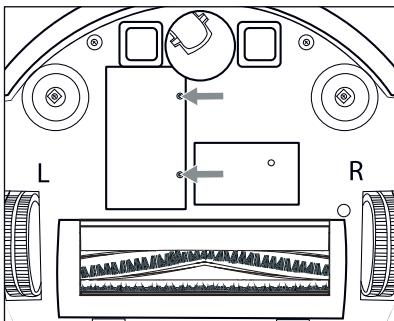

Fig. 16
① ¡ATENCIÓN!
① Indicación
- Desatornille los dos tornillos de la cubierta del compartimento de la batería ⑥ (consulte la fig. 16) de la parte inferior del aparato con un destornillador de estrella y retírelos del aparato. Retire la cubierta del compartimento de la batería ⑥ del aparato.